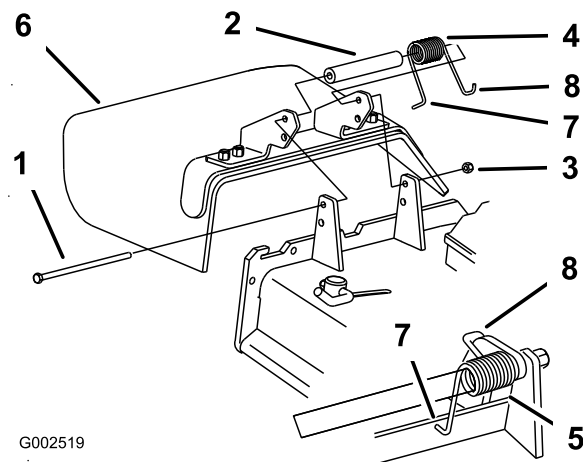

Figura 73
1. Retire la contratuerca, el perno, el muelle y el espaciador que sujetan el deflector a los soportes de pivote (Figura 73).
Nota: Asegúrese de colocar el extremo en **L** del muelle detrás del reborde de la plataforma antes de instalar el perno, según muestra Figura 73.
5. Coloque el extremo en **J** del muelle alrededor del deflector de hierba (Figura 73).